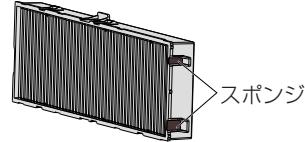

図2
- プロジェクター本体への取り付けの際に、エアフィルターユニットの短辺側の端面にあるスポンジ（図2）が外れないようにご注意ください。